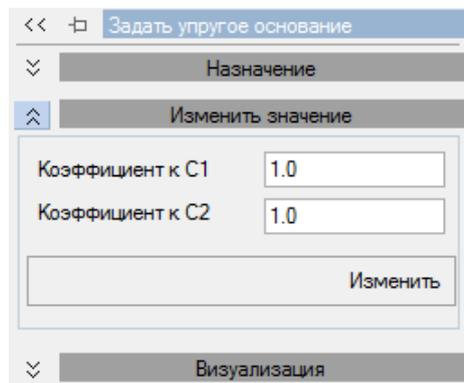

Рисунок 2.281 Изменить значение
**Изменить значение** (рисунок 2.281). Данная вкладка позволяет изменять значения коэффициентов C1 и C2 путем их умножения на заданную величину. Для этого нужно ввести значения коэффициентов, выделить элементы и нажать кнопку **Изменить**.